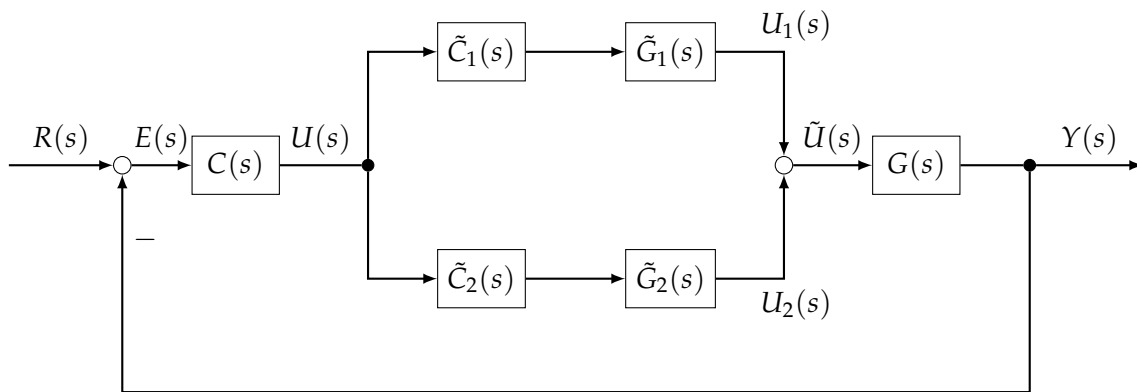

Abbildung 1: Struktur mit Aktordynamiken
Betrachten Sie im Folgenden die Regelkreisarchitektur in Abb. 1. Hier stehen an Stelle von $\tilde{G}(s)$ nun zwei Aktoren $\tilde{G}_1(s), \tilde{G}_2(s)$ mit unterschiedlicher Bandbreite zur Verfügung, deren Ausgänge additiert werden. Es gilt:
- d) Bestimmen Sie die Stellsensitivität $S_u(s) = \frac{U(s)}{R(s)}$ aus dem Blockschaltbild in Abb. 1!